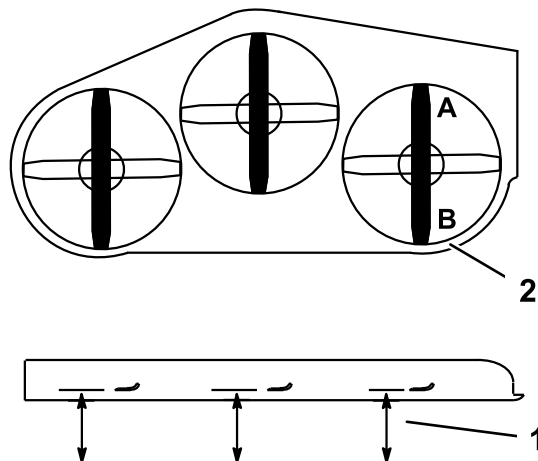

**Figura 104**
7. Se as medições nas posições **B** ou **C** não estiverem corretas, desaperte o parafuso que fixa a correia traseira ao braço de suporte traseiro (Figura 104).
8. Desaperte a porca de retenção debaixo do braço de suporte traseiro e ajuste o parafuso de ajuste para obter uma medição de 80 a 83 mm; consulte Figura 104.
7. Desaperte as porcas de retenção das articulações frontais, na dianteira das articulações direita e esquerda, aproximadamente 13 mm (Figura 104).
8. Ajuste as porcas de elevação tanto no lado direito como esquerdo da máquina para obter 6 a 10 mm mais baixo na frente em **A** do que atrás em **B** (Figura 104).